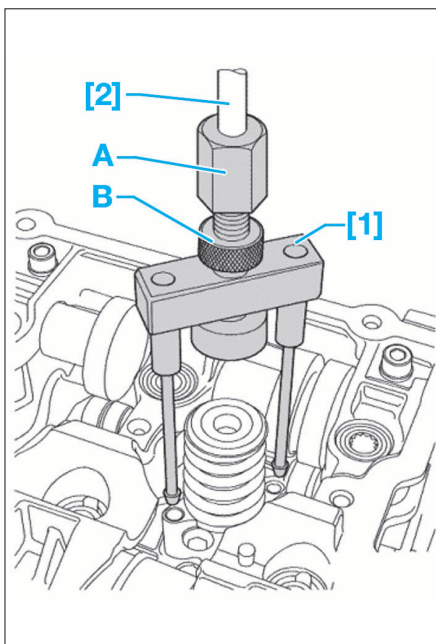

FIG. 48
- [1]. Extracteur (ref. T10163) (Fig.48).
- [2]. Extracteur à inertie (ref. T10133/3) (Fig.48).
- Extraire la tête sphérique (9) de l'injecteur pompe.
- Mettre en place l'outil [1] dans les taraudages des vis de fixation de l'injecteur-pompe (Fig.48).
- Tourner la tige filetée (en A) pour qu'elle vienne légèrement en appui sur l'injecteur-pompe et serrer à la main le contre-écrou (B).